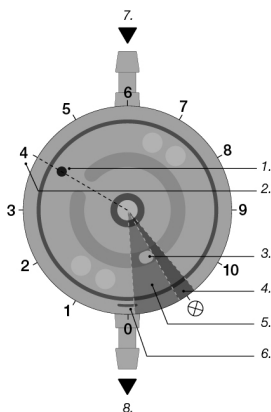

Abb. 10: Schematische Darstellung des Rotors im Röntgenbild
Dabei ist die Position des Kanaleinlasses (1) entscheidend (Abb. 10), die durch die Stellung des Rotors bestimmt ist.
Position des Kanaleinlasses (1) zeigt die eingestellte Drosselstufe (2) (Abb. 10).
Um die Drosselstufe nicht seitenverkehrt abzu-lesen, dient der Rotoranschlag (3) als Orientie-rung – bei einer Draufsicht auf das implantierte Ventil wie in Abb. 10 ist der Rotoranschlag auf der rechten unteren Seite sichtbar.